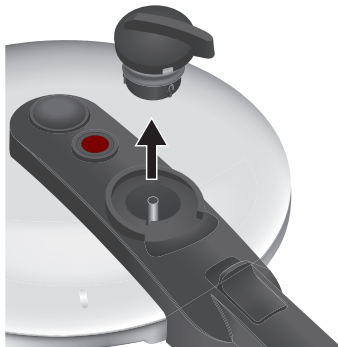

Abb. 21: Drukregelaar optillen
4. Druk de drukregelaar omlaag en draai hem in positie . Til de drukregelaar er omhoog af (zie afb. 21). Reinig de drukregelaar onder stromend water. Verwijder bovendien de silicone veer en maak deze apart schoon.